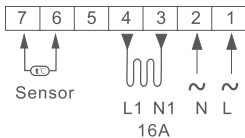

Рисунок 17. Схема подключения терморегулятора к сети
4. Подвести к коробке силовой кабель электрической сети, провода питания нагревательного кабеля и датчика температуры пола в гофрированной трубе. Терморегулятор должен находиться в выключенном состоянии. Произвести подключение согласно схеме подключения (рис. 17).